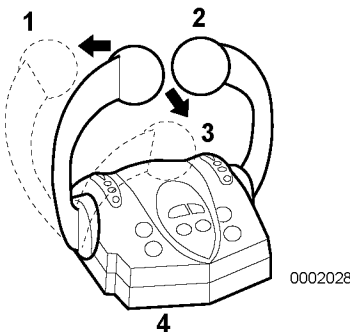

Figure 10
Utilisez le dispositif de commande à deux leviers (**Figure 10, (4)**) du gouvernail pour faire marche AVANT (**Figure 10, (1)**), ARRIÈRE (**Figure 10, (3)**) ou pour régler au POINT MORT (**Figure 10, (2)**) et pour contrôler la vitesse pour une installation à deux moteurs.